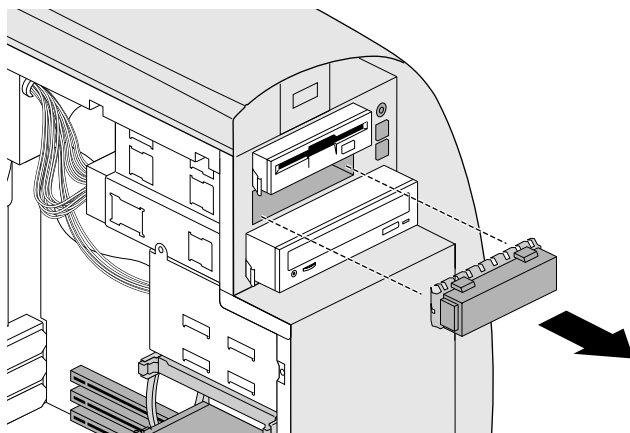

图 4-4 拆除可拆除介质驱动器槽上的空面板
7. 如果系统中有空面板罩住了驱动器入口，则按图 4-4 所示将其拆除。